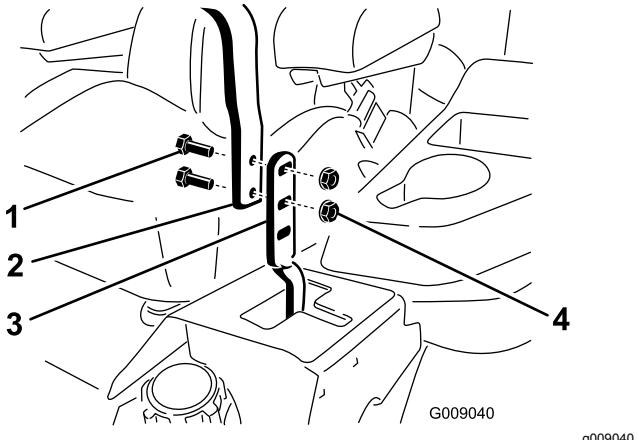

Figura 77
3. Afloje los pernos y las tuercas con arandela prensada de las palancas (Figura 77).